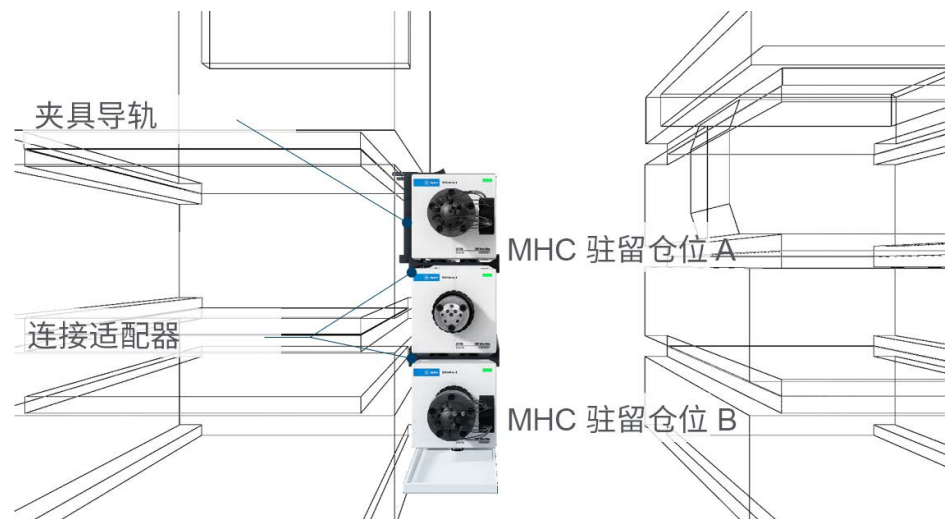

图 33 2D-LC 阀和 MHC 驻留仓位（可选）的安装和附件示意图
- 4 将连接适配器连接到其他每个外部阀驱动器，并根据第 60 页的图 33 中所示的位置进行安装。